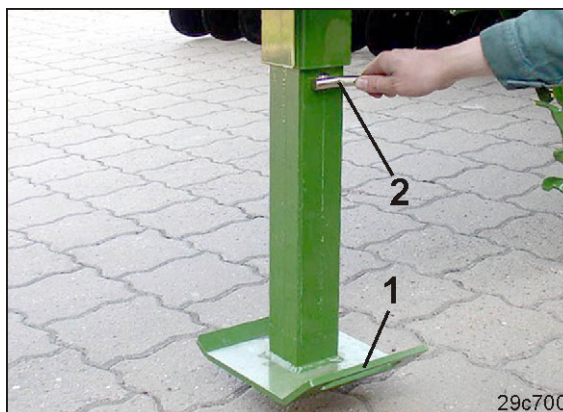

Fig. 152
6. Hold støttebenet (Fig. 152/1) fast, og fjern indstiksbolten (Fig. 152/2).